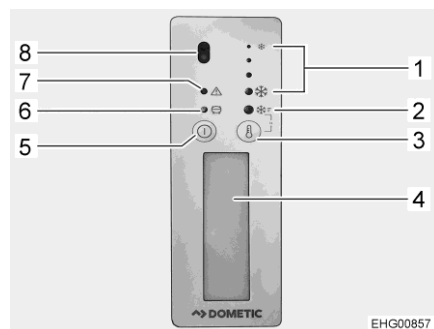

Fig. 59 Boutons de commande (réfrigérateur)
- Appuyer sur la touche Marche/Arrêt (Fig. 59,5). Une fois mis en marche, le compresseur ne démarre qu'au bout d'un court instant.
- Pour régler la température de réfrigération, appuyer plusieurs fois sur la touche de puissance de réfrigération (Fig. 59,3). Plus il y a de DEL allumées à l'affichage du degré de réfrigération (Fig. 59,1) et plus le réfrigérateur réfrigère.
L'éclairage intérieur (Fig. 59,4) s'allume quand la porte du réfrigérateur est ouverte.
La DEL rouge d'affichage de service (Fig. 59,7) clignote en cas de dérangement (voir paragraphe 15.8).
- Appuyer sur la touche Marche/Arrêt (Fig. 59,5) jusqu'à ce que le réfrigérateur soit hors tension.
- Appuyer sur la touche de puissance de réfrigération (Fig. 59,3) pendant plus de 3 secondes. La DEL de la fonction de réfrigération rapide (Fig. 59,2) indique que la fonction est active.